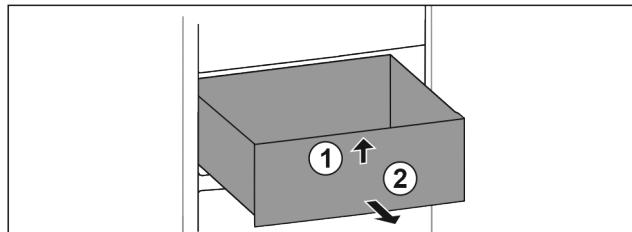

Fig. 16
- Nadvihnite ju dopredu Fig. 16 (1).
- Odoberte ju dopredu Fig. 16 (2).